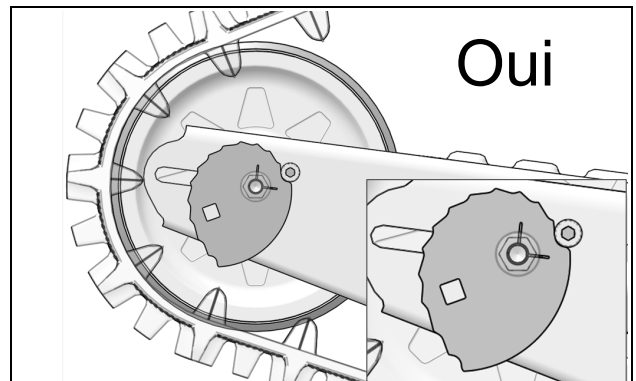
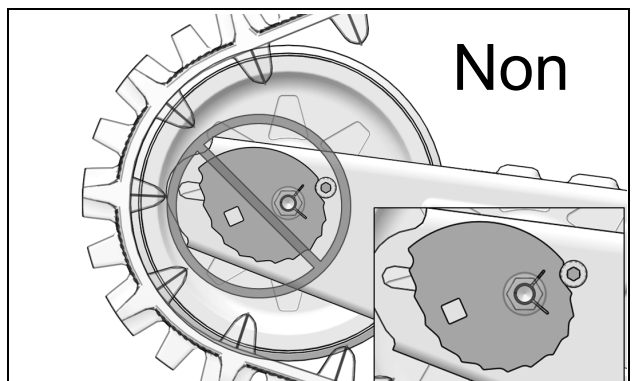

Figure 28
Figure 29
- Position d'installation des cames-tendeur. Figure 28 et Figure 29.